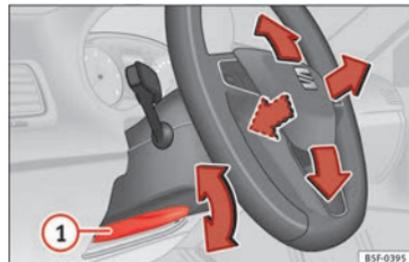

Abb. 19 Hebel auf der linken unteren Seite der Lenksäule.
• Lenkradposition einstellen: Ziehen Sie den Hebel » **Abb. 19** ① nach unten, bringen Sie »